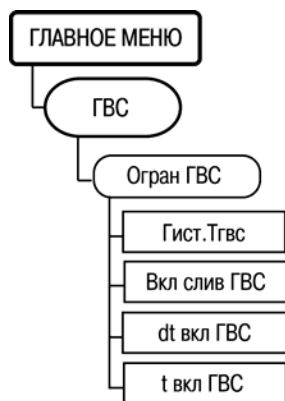

Рисунок 6.19
6.12.10 Для задания параметров управления клапаном слива ГВС служит пункт меню **//ГВС /Орган Тгвс** (рисунок 6.19).